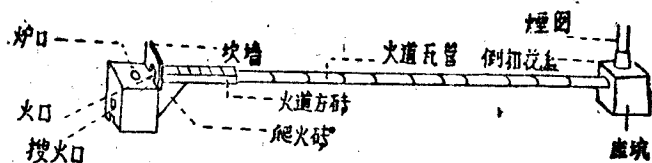

图7 炉灶及火道外形图
(4) 筑火道 火道的前一段是由六块长宽各1.2尺的方砖盖成。接連坎墙的第一块方砖,因为所处的地位温度高,为了避免被烧坏,必须用双层。筑火道时先用小锤在火炕上挖一倾斜小沟,沟的两侧用碎砖砌起,上面盖方砖,即成火道。火道后一段是由口径0.7尺、长1.1尺的22节瓦管连接而成。火道应从火口起渐高,在最后一块方砖与瓦管相接处应高出炉台0.8尺,到瓦管与座坑相接处应高出炉台0.7尺,火道总长30.2尺(见图7)。